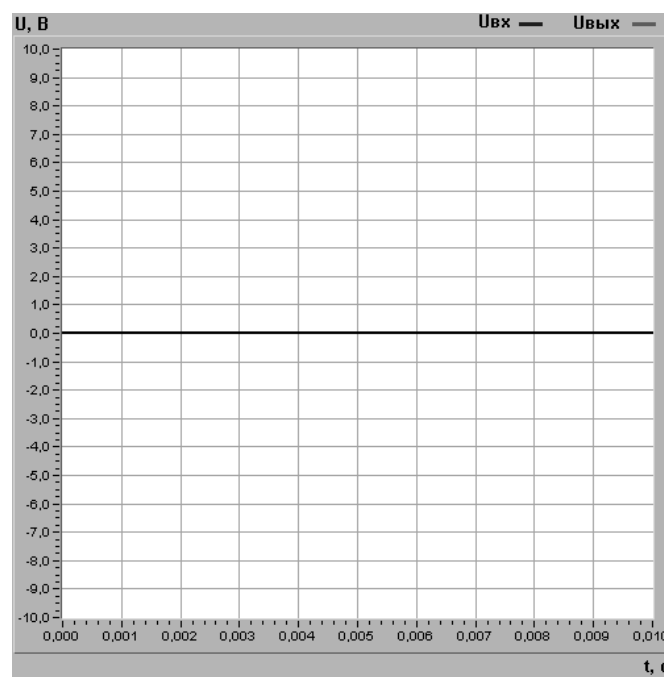

Рис. 8. Временные диаграммы входного и выходного сигналов неинвертирующего усилителей
4.2.1 Скопировать осциллограммы входного и выходного сигналов в рис. 8.